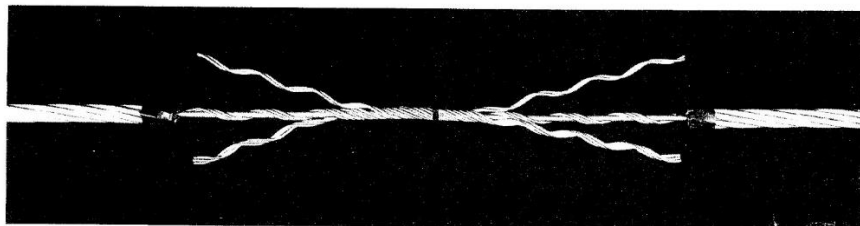

Рис. 5.
4. Совместите вторую прядь с центральной меткой и накрутите на длину в один или два шага скрутки с каждой стороны от центра. Таким же образом накрутите третью и последующие пряди, затем одновременно полностью накрутите обе пряди (см. рис. 5). Пряди должны располагаться равномерно на поверхности соединяемого сердечника провода, без выступаний.